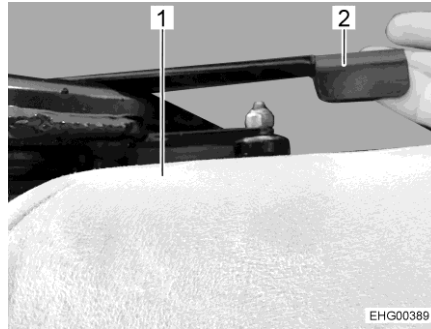

Fig. 23 Dossier, partie inférieure
- Pousser le levier (Fig. 23,2) situé sur le bas du siège vers le haut.
- Redresser la partie inférieure du dossier (Fig. 23,1).